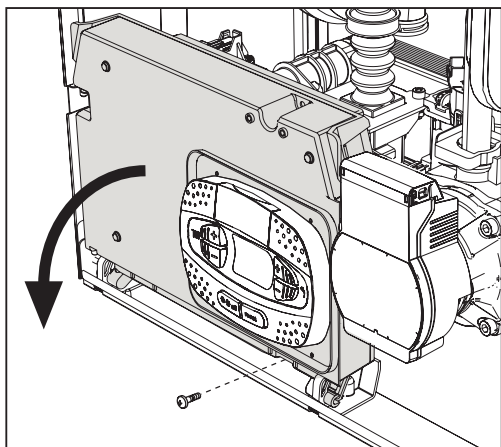
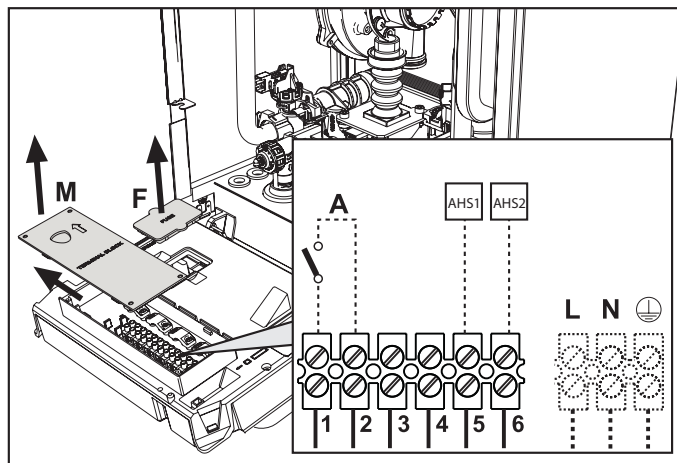

fig. 205 -
fig. 206 -
Dopo aver tolto il pannello frontale ( sez. "15.8 Manutenzione straordinaria e sostituzione componenti della pompa di calore" a pagina 93) è possibile accedere alla morsettieria (M) e al fusibile (F) della scheda elettrica della caldaia seguendo le indicazioni descritte di seguito (fig. 205 e fig. 206). I morsetti indicati nella fig. 206 devono essere a contatti puliti (non 230V). La disposizione dei morsetti per i diversi allacciamenti è riportata anche nello schema elettrico "SCHEMA ELETTRICO UNITA' INTERNA" a pagina 101.
### 20.3 Configurazione Interruttore ON/OFF (A fig. 206)